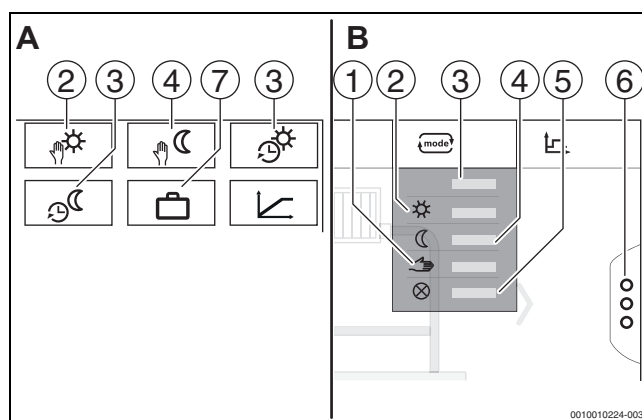

Bild 35 Ansichten Betriebsarten
Für die Betriebsarten (→ Bild 36, [2], Seite 59) und die erweiterten Funktionen (→ Bild 35, [6], Seite 35) können jeweils eigene Temperaturen und Umschaltkriterien eingestellt werden. Die Einstellungen können für jeden Heizkreis und jede Betriebsart separat vorgenommen werden.
- **Manuell Heizbetrieb** (→ Bild 35, [2])
- **Manuell Absenkbetrieb** (→ Bild 35, [4])
- **Urlaub** (→ Bild 35, [7])